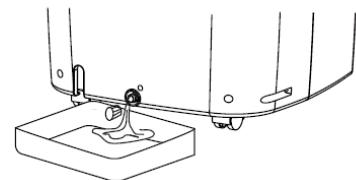

Abb.7
- Bitte schalten Sie das Gerät aus und ziehen Sie den Netzstecker. Zum Entleeren des Wassertanks, entfernen Sie bitte den Wasserabflussstopfen an der Unterseite des Geräts und lassen Sie das Wasser in einen Behälter auslaufen. Sobald Sie das Gerät neu starten, wird es ganz normal funktionieren (Abb.7).